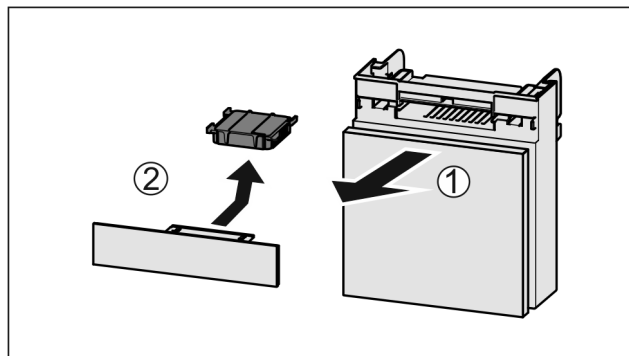

Fig. 98
- ▶ Вытянуть Fig. 98 (1) отделение движением вперед.
- ▶ Извлечение Fig. 98 (2) фильтра с активированным углем.